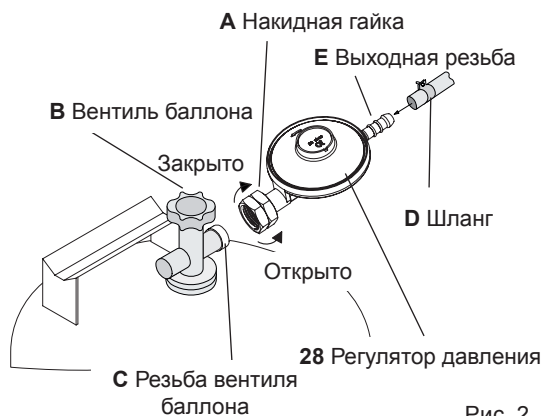

Рис. 2
- В случае неисправности следует немедленно закрыть вентиль (B) газового баллона (см. рис. 2, стр. 6).
III. Подсоединение устройства к газовому баллону (рис. 2)
1. Для выключения устройства закройте вентиль баллона (B) - см. рисунок 2 на странице 6.
2. Для выключения отдельной горелки установите тумблер (F) над пьезоэлектрическим устройством зажигания (G) в положение "OFF".